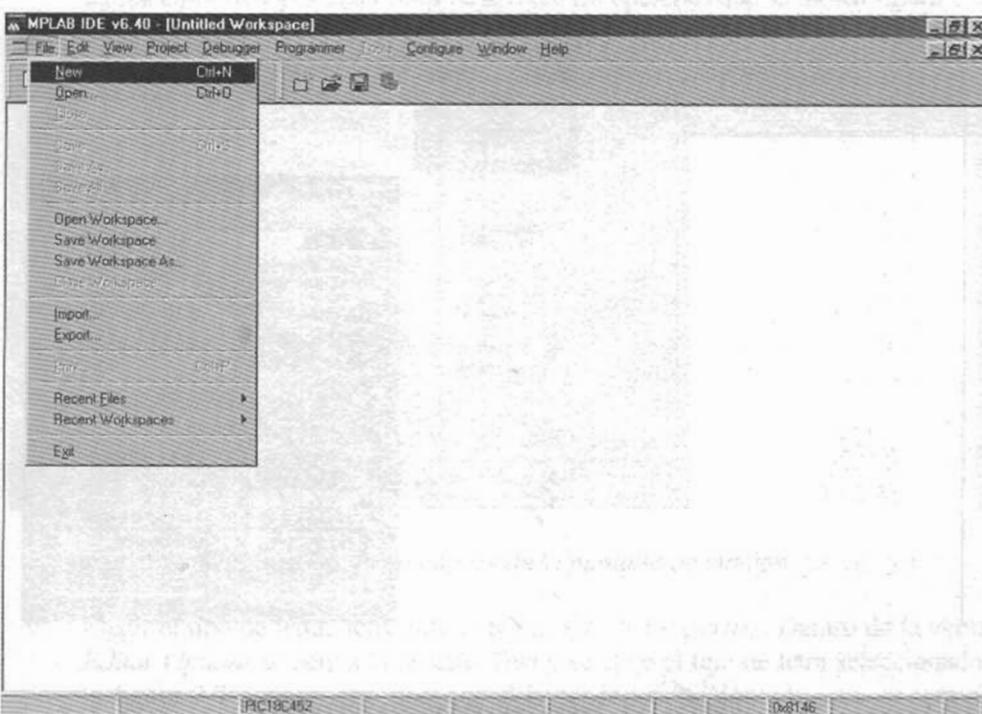

Figura 7-2 Pantalla de edición de programa en el MPLAB IDE
A continuación se entra en la pantalla de edición, que al maximizar la hoja de trabajo queda como la figura 7-2.
- 6º Crear un nuevo archivo fuente, para ello ir al menú *File > New* (ver figura 7-2). Se entrará en la pantalla de edición en blanco donde se puede escribir el primer programa.